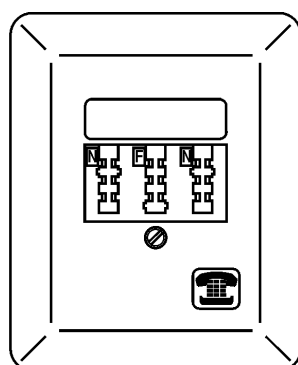

Bild 7: TAE-NFN Ap
- TAE mit nachgerüstetem PPA (siehe Bild 7 und Bild 8)